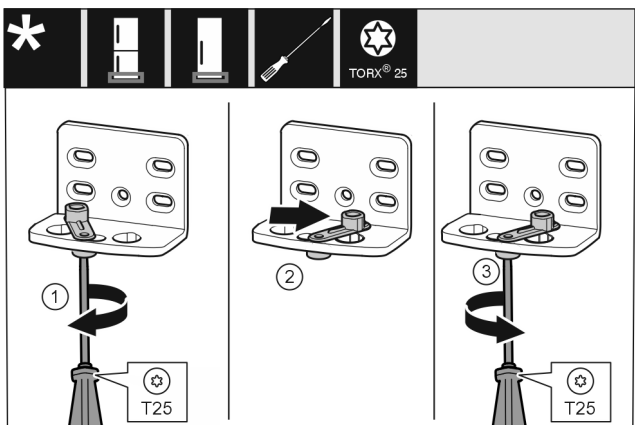

Fig. 16
- Βιδώστε πρόχειρα τη βίδα Fig. 16 (1) με κατσαβίδι.
- Ανασηκώστε το βοήθημα κλεισίματος πόρτας Fig. 16 (2) και περιστρέψτε 90° προς τα δεξιά στην τρύπα.
- Σφίξτε τη βίδα Fig. 16 (3) με κατσαβίδι.